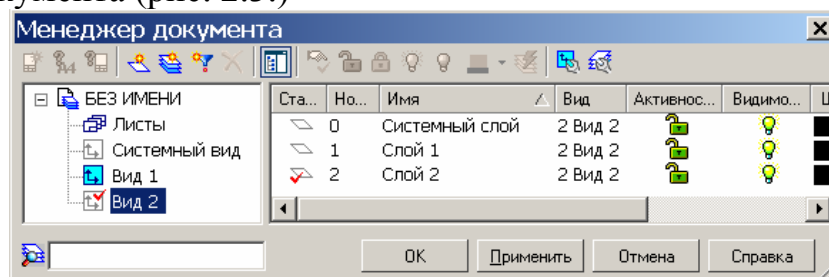

Рисунок 2.3. Менеджер документу
Вибрати на панелі інструментів Редактирование піктограму  - Менеджер документа (рис. 2.3.)
9. Попрацювати самостійно у вікні Менеджер документа (рис. 2.3.). Шар 3 виду 2 зробити неактивним, шар 2 виду 2 невидимим.